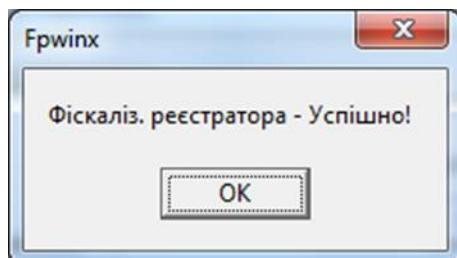

Рисунок 24
5.11 Якщо реєстратор підключено до СОМ-порта комп'ютера, то з'явиться вікно (рисунок 24). Відбудеться перезавантаження реєстратора. Роздрукується чек (рисунок 25).